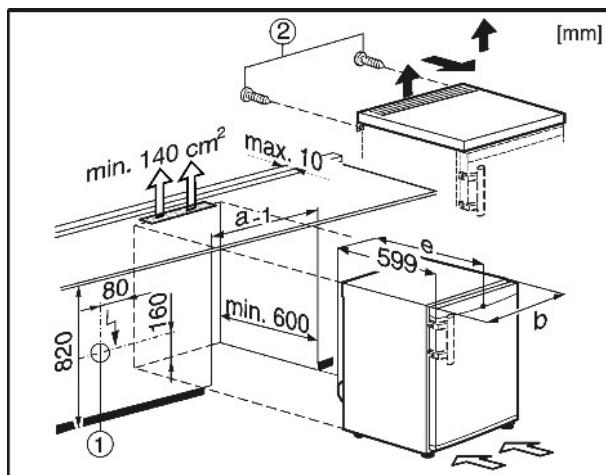

Fig. 7
Zásuvka Fig. 7 (1) musí být na dostupném místě mimo oblast zadní stěny přístroje.
- ▶ Vyšroubujte šrouby Fig. 7 (2) na zadní straně.